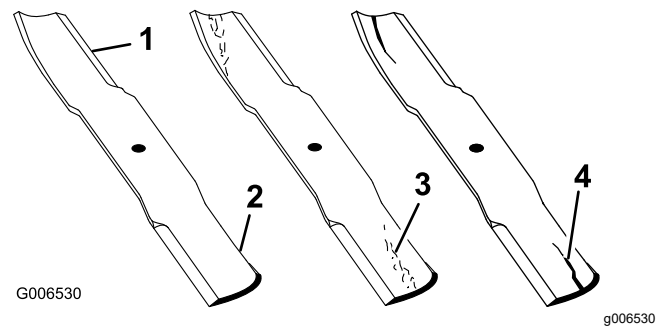

Bild 59
1. Untersuchen Sie die Schnittkanten (**Bild 59**).
4. Wenn Sie Risse, Verschleiß oder Rillenbildung in diesem Bereich feststellen, sollten Sie sofort ein neues Schnittmesser einbauen (**Bild 59**).